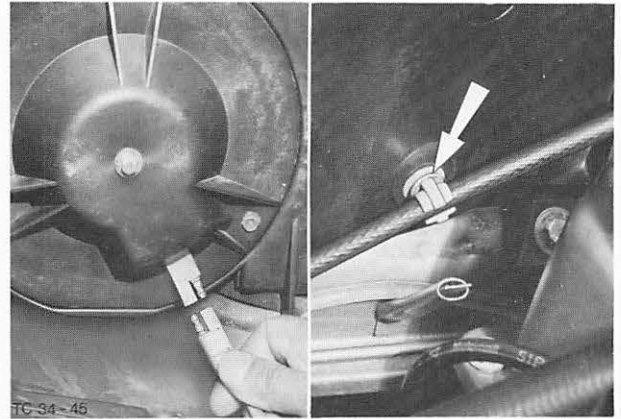

Abb. 28 Stecker vom Gebläse abziehen, Tachowelle aus Halterung lösen
2. Mehrfachstecker vom Elektromotor-Gebläse abziehen. Antriebswelle – Geschwindigkeitsmesser aus dem Clip am Heizungsgehäuse lösen. Abb. 28.